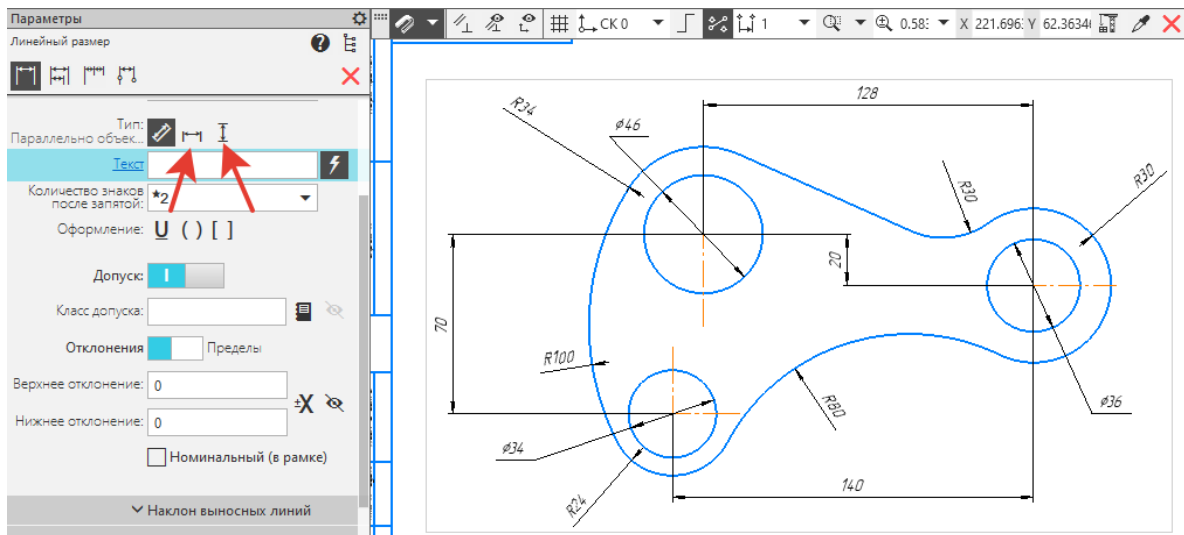

Рисунок 35.
7.. Для линейных размеров активно пользуйтесь различными Типами: **Вертикальный** или **Горизонтальный** (рисунок 35).